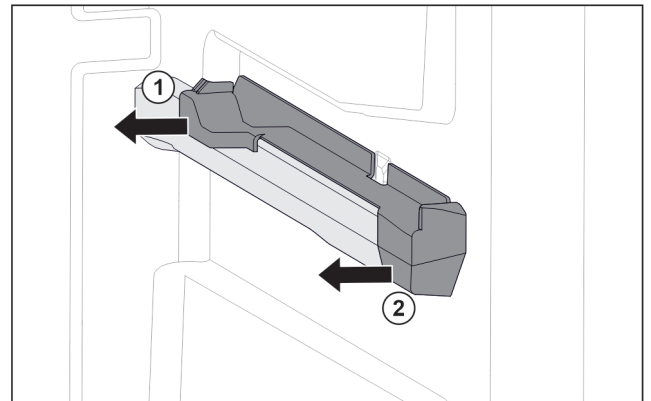

Fig. 85 Aufsteckteil auf der rechten Behälterrippe
- ▶ Aufsteckteil hinten zur Seite abziehen. Fig. 85 (1)
- ▶ Aufsteckteil vorne zur Seite abziehen. Fig. 85 (2)